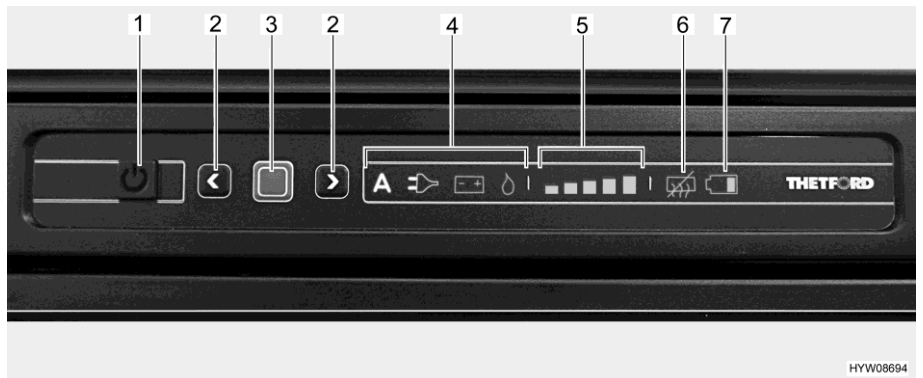

Fig. 121 Quadro comandi LED (frigorifero Thetford)
- Premere il tasto On/Off (Fig. 121,1) per 1 secondo. Il tasto si illumina di verde. Dopo circa 10 secondi, l'indicatore viene attenuato per risparmiare energia.
- Premere il tasto di conferma (Fig. 121,3). Viene visualizzata l'ultima modalità di funzionamento selezionata.
- Premere il tasto di conferma (Fig. 121,3) per circa 2 secondi. I simboli della modalità di funzionamento lampeggiano.
- Selezione manuale dell'energia: Selezionare le fonti di energia desiderate con i tasti freccia (Fig. 121,2).
- Sistema automatico di selezione di energia (solo per modelli con selezione automatica dell'energia): Selezionare la modalità di funzionamento "A" con i tasti freccia (Fig. 121,2).
- Confermare la scelta con il tasto di conferma (Fig. 121,3).
- Premere nuovamente il tasto di conferma (Fig. 121,3). L'indicatore del livello di refrigerazione (Fig. 121,5) lampeggia.
- Per modificare l'impostazione, premere i tasti freccia (Fig. 121,2) fino a visualizzare l'impostazione desiderata.
- Premere il tasto On/Off (Fig. 121,1) per circa 2 secondi. Tutte le spie si spengono. Il frigorifero è spento.
Dopo l'accensione il frigorifero seleziona automaticamente la regolazione del termostato selezionata per ultima. Questa impostazione può essere modificata manualmente con i tasti freccia (Fig. 121,2). Ci vogliono alcune ore prima che il frigorifero raggiunga la temperatura normale di esercizio. Quando si commuta a un'altra modalità di funzionamento, la regolazione sul termostato viene mantenuta.